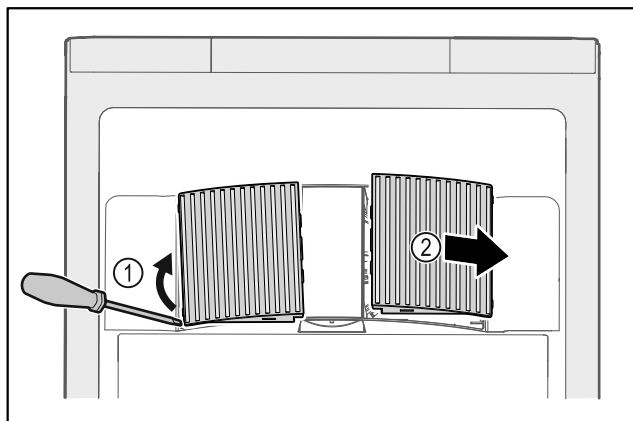

Fig. 228
- ▶ Extraire par un mouvement de levier les caches latéraux Fig. 228 (1) vers l'avant Fig. 228 (2).